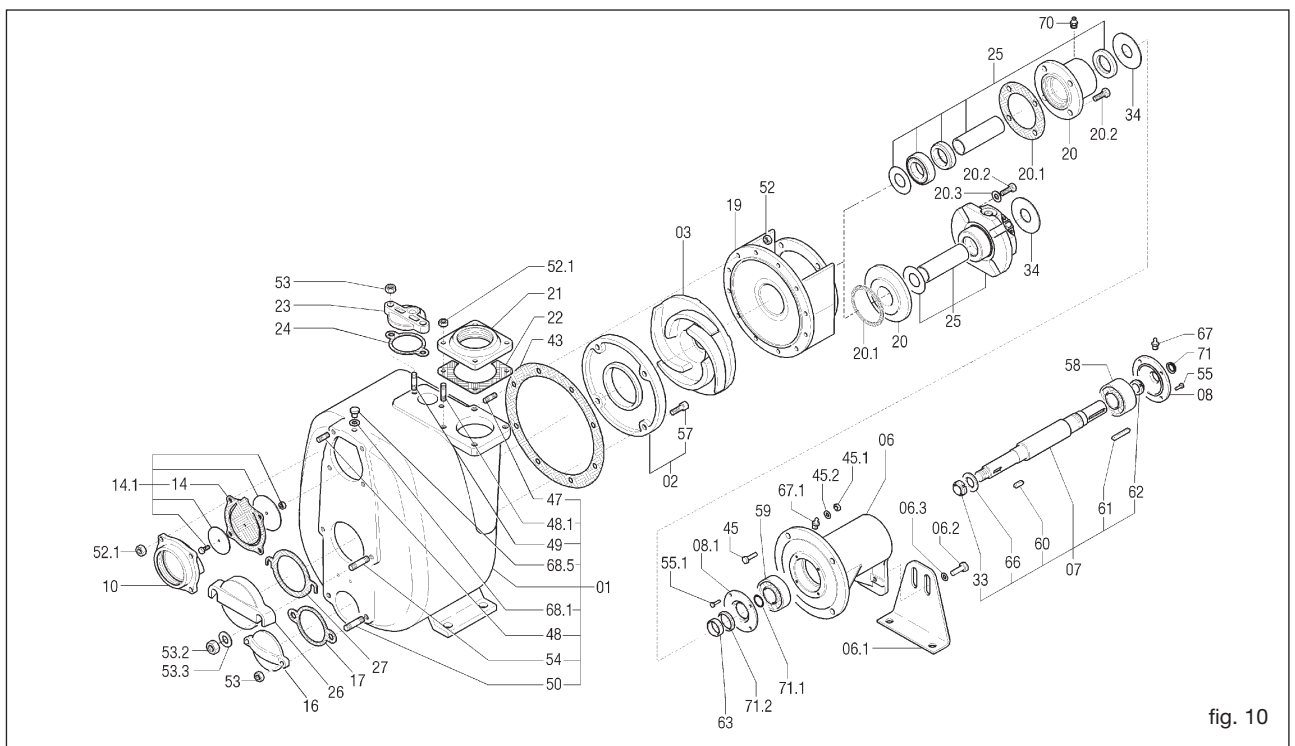
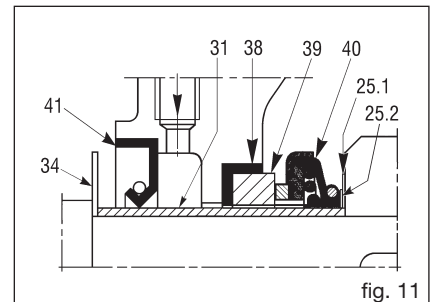

fig. 10
fig. 11
La tubería de aspiración debe tener un diámetro igual al de la boca de aspiración de la bomba (para diámetros superiores consultar a Varisco). Evitar, si posible, curvas, codos o estrangulamientos que puedan limitar el flujo de líquido a la bomba. No montar la válvula de fondo: la bomba cuenta con una válvula antirretorno (14) (fig. 10) incorporada. Instalar la bomba lo más cerca posible al líquido que se bombea, tratando, donde sea posible, de disminuir el largo de la tubería de aspiración. Las conexiones de las tuberías de aspiración deben ser completamente estancas: controlar las roscas, las guarniciones de las bridas, los acoplamientos rápidos, etc.
13.2 Sustitución de la rueda de álabes (fig. 10)
- Desenroscar las tuercas (52) y sacar el cuerpo de la bomba, tratando de no dañar la junta (43).
- Parar la rueda de álabes (03) y desenroscar la tuerca autobloqueante (33).
- Eventualmente reemplazar la guarnición (43).
13.3 Sustitución del plato de desgaste (fig. 10)
- Desenroscar las tuercas (52) y sacar el cuerpo de la bomba, tratando de no dañar la junta (43)
- Destornillar los tornillos de cabeza hexagonal (57)
- Sacar y sustituir el plato de desgaste (02)
- Eventualmente reemplazar la guarnición (43)
13.4 Sustitución de la válvula (fig. 10)
- sacar el portaválvula (10)
- limpiar el alojamiento de la válvula del portavalvula (10) y reensamblarlo
13.5 Sustitución de la junta estanca tipo 1 - 2 - 3 (referencia fig. 10,11,12)
- Parar la rueda de álabes (03) y desenroscar la tuerca autobloqueante (33)
- sacar el portamotor (19). Junto a este sale automáticamente la parte rotatoria de la junta estanca (40) montada en el distanciador (31)
- sacar del portamotor la guarnición fija (39) y la relativa guarnición (38)
- sacar el sello de aceite (41)
13.6 Sustitución de la junta estanca tipo 4 - 5 (referencia fig. 10, 13, 14, 15, 16)
- Destornillar las tuercas (52) (fig. 10) y sacar el cuerpo de la bomba, tratando de no dañar la junta (43).
- En todos los modelos la distancia entre el extremo de los álabes de la rueda de álabes y el plano del plato de desgaste debe estar entre 0,3 - 0,6 mm (fig. 19). En el modelo 12" la distancia requerida entre rueda de álabes y los platos de desgaste anteriores y posteriores deben estar entre 0,6 - 1 mm (fig. 22). Para conseguir esto, las cotas A y B de la fig. 17, 18, 20, 21 tiene que ser lo más posible pares. Con tal objetivo se usan los anillos de compensación (25.2) (fig. 11) suministrados con la junta estanca de repuesto. Tales anillos sirven para desplazar hacia adelante la rueda de álabes en el caso que se encuentre demasiado lejos del plato de desgaste frontal o demasiado cerca del posterior (cuando previsto). Los anillos de compensación deben ser montados entre el anillo de sostén de la junta estanca (25.1) (fig.11) y la rueda de álabes. Ulteriores reparaciones pueden ser hechas con las guarniciones del cuerpo y del plato posterior. La interposición de la guarnición (43) (fig. 10) de espesor 0,5 mm determina la distancia requerida (fig. 19).
13.8 Manutención de los cojinetes (fig. 10)